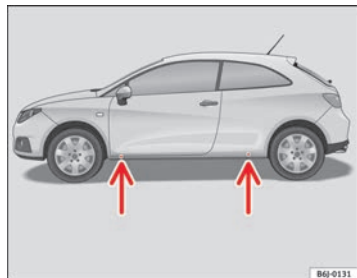

Fig. 125 Punti di appoggio per il cric
- Applicare il cric al longherone inferiore del veicolo nel punto di appoggio più vicino alla ruota da sostituire ⇒ **fig. 125**.
Sul montante inferiore sono segnati i punti a cui applicare il cric ⇒ **fig. 125**. Per ogni ruota esiste un unico punto di sollevamento. Non collocare il cric in altri punti.